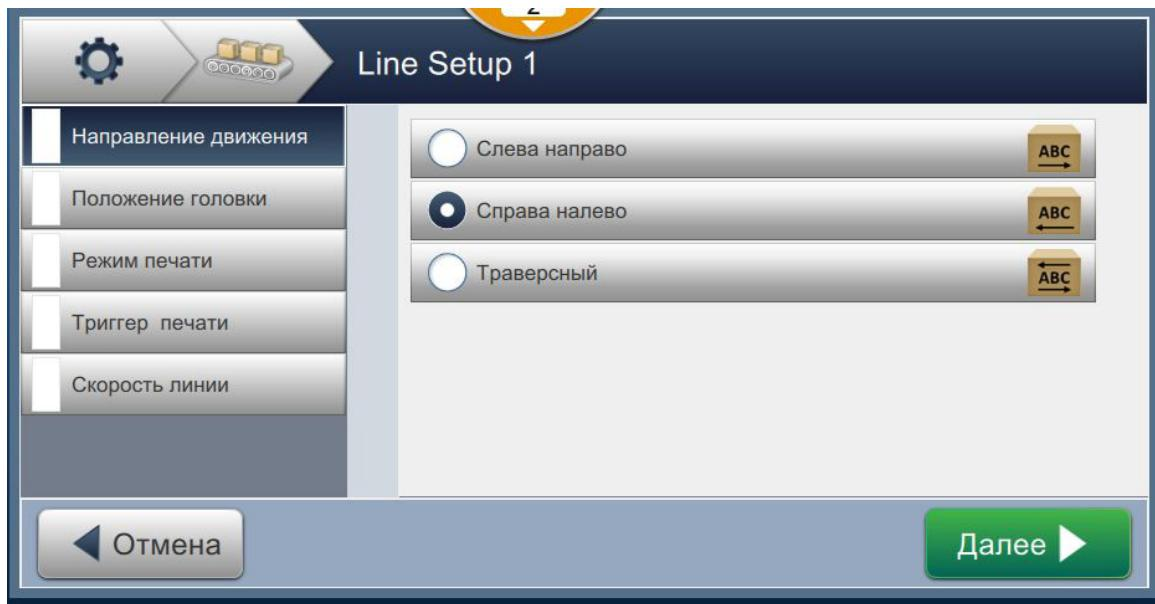

Рис. 6-27: Параметры наладки линии
- Чтобы настроить наладку линии, выполните инструкции для каждой настройки, выбирая нужные параметры, как показано на Рис. 6-27.
- Нажмите параметр *Направление продукта* на экране параметров наладки линии, как показано на Рис. 6-27.